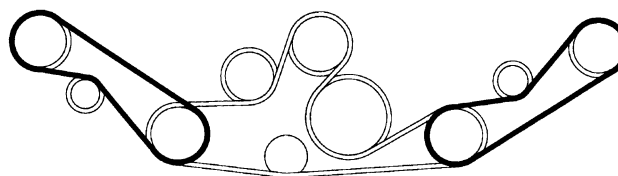

Figura 13
5. Coloque nuevas correas alrededor de las poleas de husillo y a través de los conjuntos de polea intermedia como se indica en la figura 13.